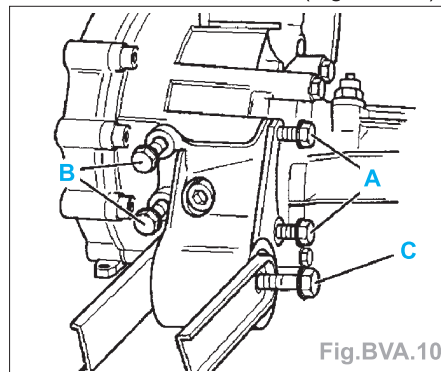

Fig. BVA.10
- Déposer toutes les vis (A, B et C) de la console avec le silentbloc (Fig. BVA.10).